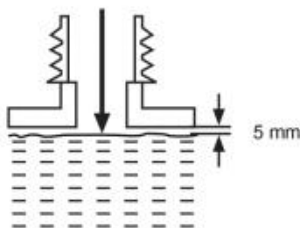

Fig. 17
- 3) Nie przepelniaj i zostaw ok. 5 mm wolnej przestrzeni od dolnej krawędzi, aby pozwolił aby środek smarny rozszerzył się (rys. 17).